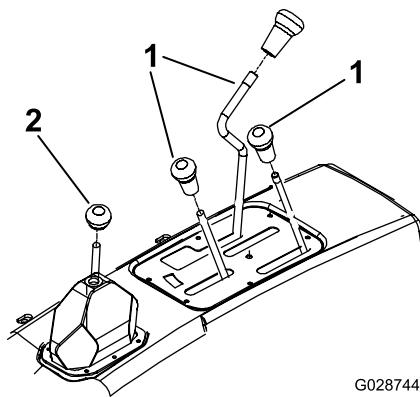

Рисунок 5
1. Выверните и снимите все ручки рычагов пульта и рычага переключения передач (Рисунок 5).